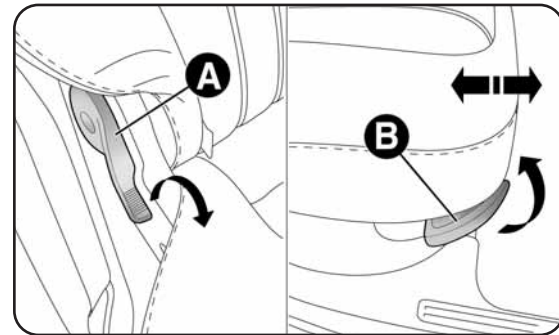

fig. 58
- actionner l'un des leviers A-fig. 58 pour rabattre le dossier souhaité (pour faciliter l'opération, déplacer légèrement le siège vers l'avant en utilisant le levier B, pour les versions/marchés qui le prévoient).
Pour agrandir davantage l'espace du coffre à bagages, les sièges arrière peuvent être poussés vers l'avant en utilisant la poignée B-fig. 58 (pour les versions/marchés qui le prévoient).
Pour faciliter le repositionnement du dossier, il est conseillé d'avancer à fond vers l'avant le coussin avant de le rabattre. Déplacer latéralement les ceintures de sécurité en vérifiant que les sangles sont correctement déployées et non entortillées. Après avoir actionné les leviers A- fig. 58, soulever en les poussant vers l'arrière jusqu'à percevoir le déclic de blocage des mécanismes de fixation. En utilisant la poignée B-fig. 58 (pour les versions/marchés qui la prévoient), déplacer les sièges vers l'arrière jusqu'à percevoir le déclic de blocage.